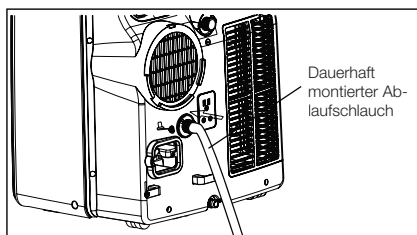

Abb. 26
2. Im Heizmodus müssen Sie einen Ablaufschlauch an der Rückseite des Geräts anschließen, wie in Abb. 26 dargestellt.